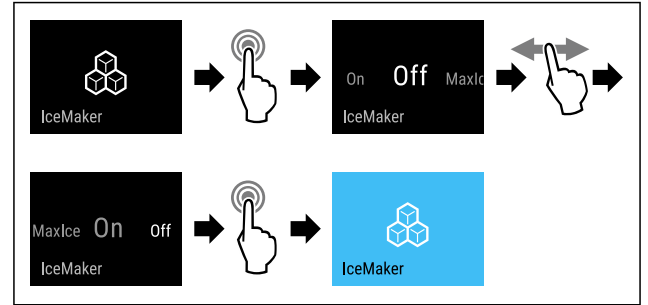

Fig. 19
- ▶ Изпълнете стъпките (виж Fig. 19).